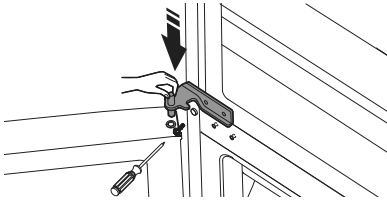

Figura 19
34. Inserte el pasador de la bisagra en la parte superior de la puerta del congelador y fije la bisagra central al armario con dos tornillos (ver Figura 19).